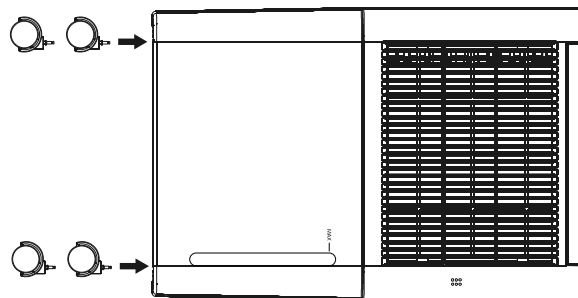

Fig. 1
- ◆ Poussez les roulettes ❹ dans les quatre trous situés sous l'appareil jusqu'à ce qu'elles s'enclenchent complètement (voir fig. 1).